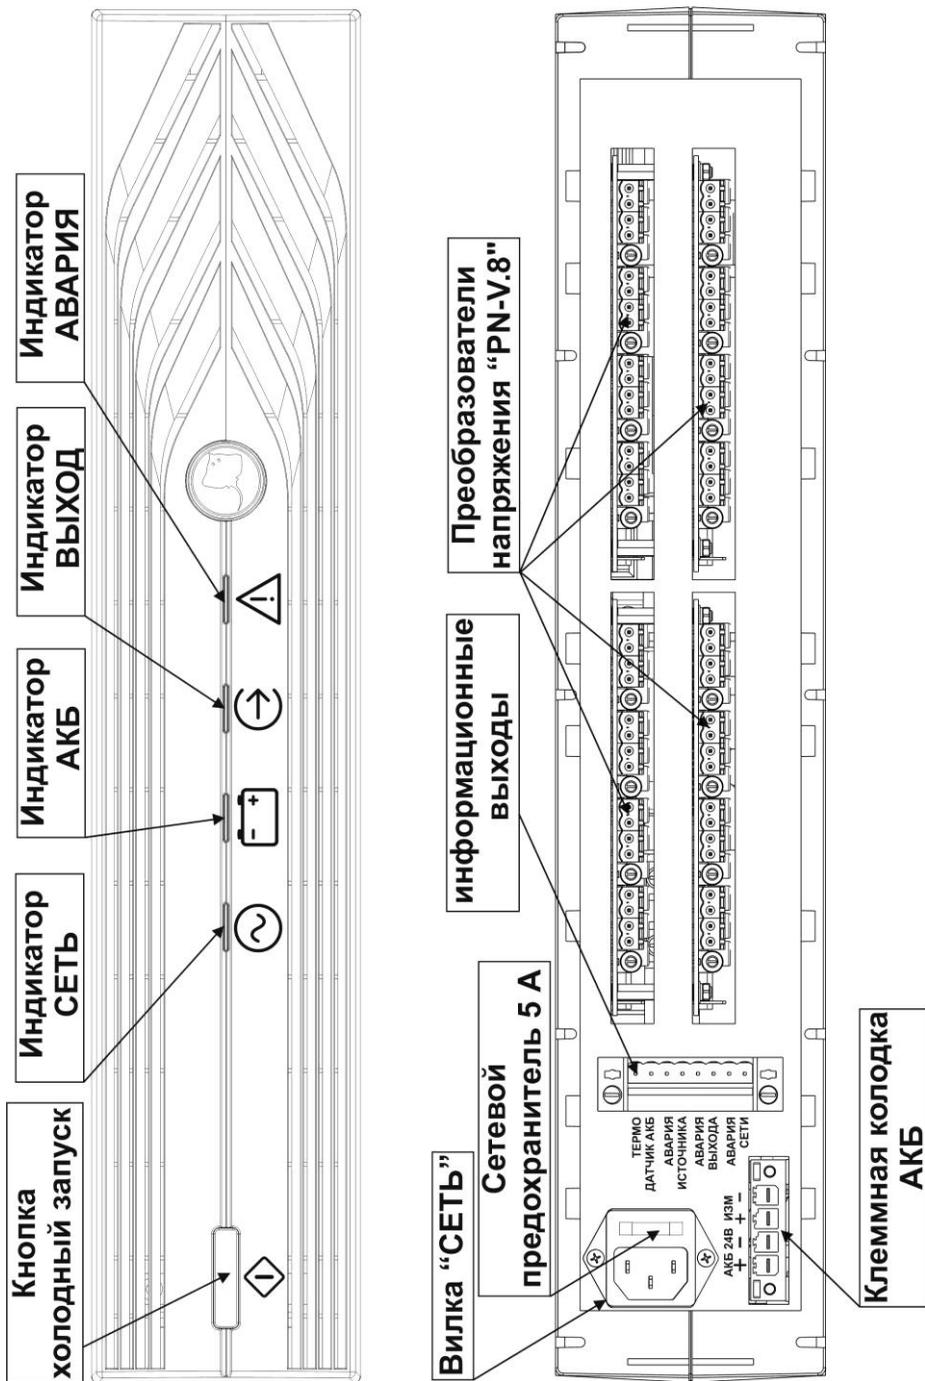

Рисунок 1 - Общий вид изделия
- проверьте правильность произведенного монтажа в соответствии с назначением клемм подключения (рис. 1) и схемами подключения (рис. 4-7);
- проверьте наличие и исправность сетевого предохранителя (см. рисунок 1);